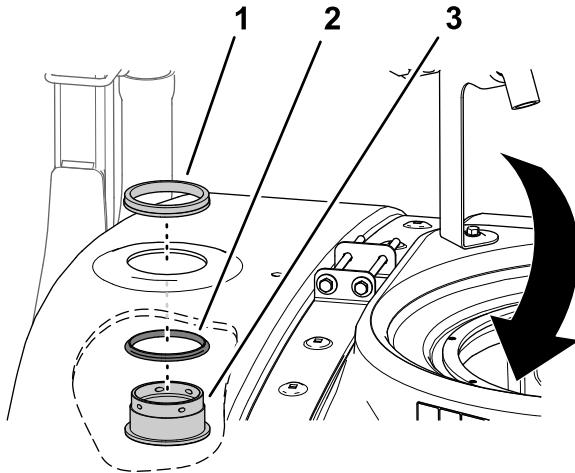

Figure 27
1. Enfilez le joint sur le raccord de traversée (Figure 27).
2. Montez le raccord de traversée assorti du joint dans le trou que vous avez créé à la rubrique Perçage de la cuve \(page 14\), en passant par l'intérieur de la cuve (Figure 27).
3. Fixez le raccord de traversée à la cuve au moyen de la bague de verrouillage (Figure 27).